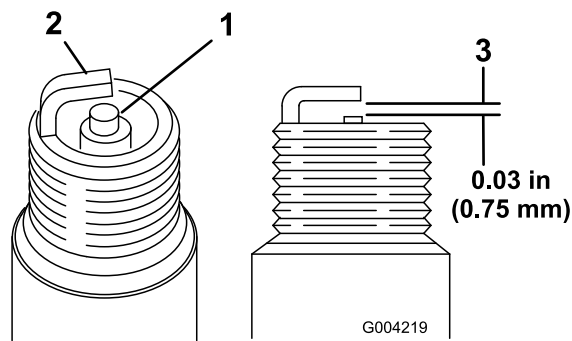

Figura 26
1. Mire la parte central de ambas bujías (Figura 26). Si se observa un color gris o marrón claro en el aislante, el motor está funcionando correctamente. Si el aislante aparece de color negro, significa que el limpiador de aire está sucio.
2. Compruebe la separación entre los electrodos central y lateral (Figura 26).
3. Si la distancia no es correcta, doble el electrodo lateral (Figura 26).